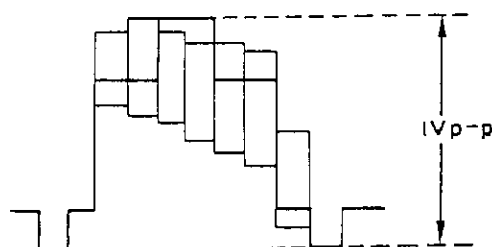

Abbildung 42.
2. Den Ausgang von TP-401 auf dem Oszilloskop (Selbstrigger) beobachten und R488 (Wiedergabepegelregelung) so einstellen, daß die erhaltene Wellenform der in Abb. 42 entspricht.